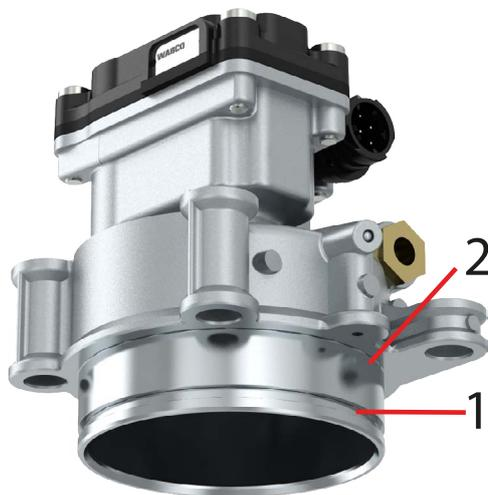

Fig. 6 Ubicación de los anillos obturadores
1. Engrase el anillo obturador 1 e introdúzcalo en la ranura de la parte inferior véase "Fig. 6 Ubicación de los anillos obturadores".